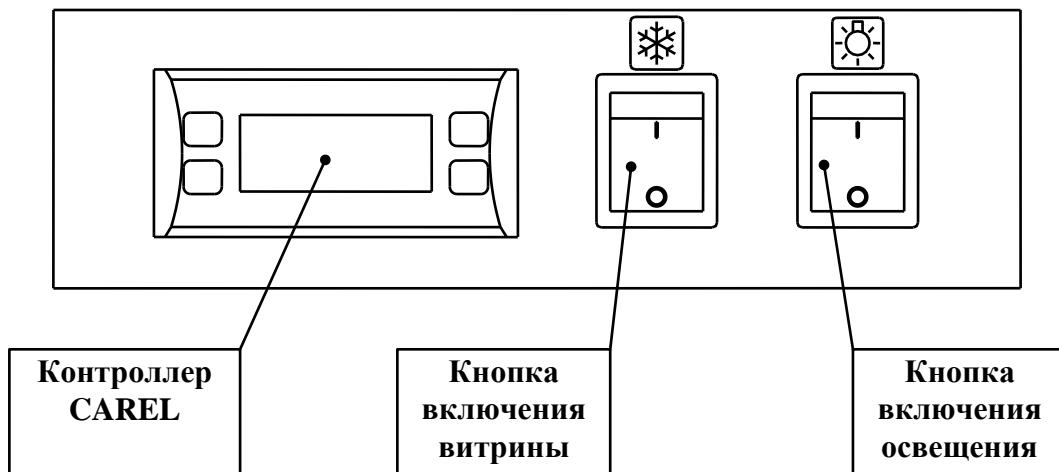

Рис. 1
- Электрическая система включает в себя панель управления (рис. 1),, распределительный блок, пуско-защитный блок компрессора, панель вентиляторов испарителя, встроенный светильник. В панели управления, расположенной вверху витрины, находятся выключатели питания и освещения, электронный регулятор (контроллер). Распределительный блок электрооборудования и автоматический защитный выключатель располагаются в подставке витрины.